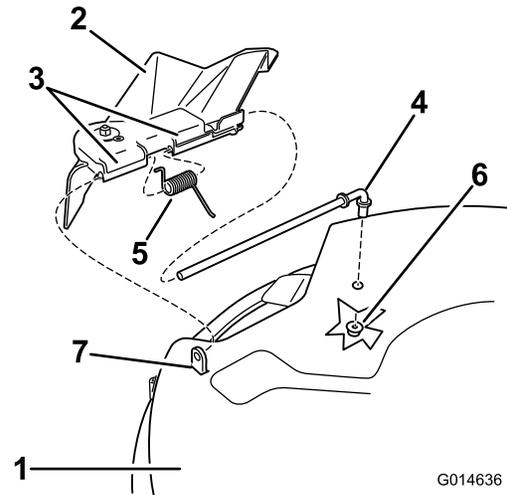
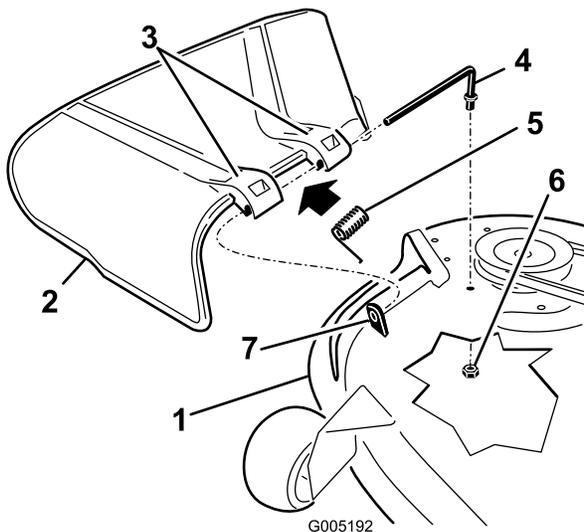

Figura 65
Figura 66
1. Retire la tuerca (3/8") de la varilla (debajo del cortacésped) (Figura 65 y Figura 66).
- Retire la varilla del espaciador corto, del muelle y del deflector de hierba (Figura 65 y Figura 66).
- Cambie el deflector de hierba (Figura 65 y Figura 66).
- Deslice la varilla por el otro soporte del deflector de hierba (Figura 65 y Figura 66).
- Sujete el extremo trasero de la varilla en el cortacésped con una tuerca (3/8"), según se muestra en Figura 65 y Figura 66.